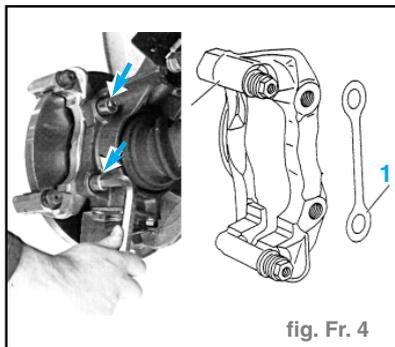

fig. Fr. 4
- Enlever les deux vis indiquées dans la figure. (fig. Fr. 4)
- Lors du remontage, se rappeler d'intercaler l'épaisseur (1) entre les vis et l'étrier de soutien. (fig. Fr. 4)